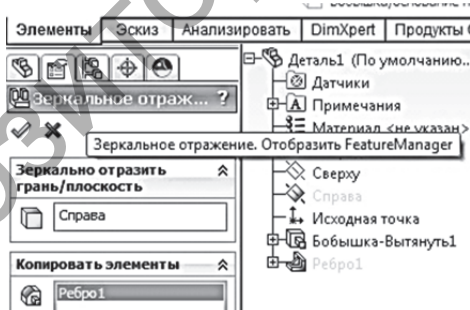

Рисунок 12.6
5. Для зеркального отражения ребра выберите команду «Зеркальное отражение» (рис. 12.6), на панели свойств в качестве плоскости отражения укажите вариант «Справа» и выделите ребро в дереве конструирования.